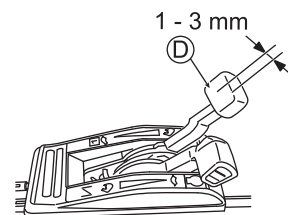

Abb. 27
Justieren Sie das Spiel des Ganghebels (D), wie in Abb. 27 dargestellt, auf 1 - 3 mm.
- 3 Starten Sie den Motor und vergewissern Sie sich, dass die Geschwindigkeit sich ändert, wenn der Ganghebel (D) betätigt wird.